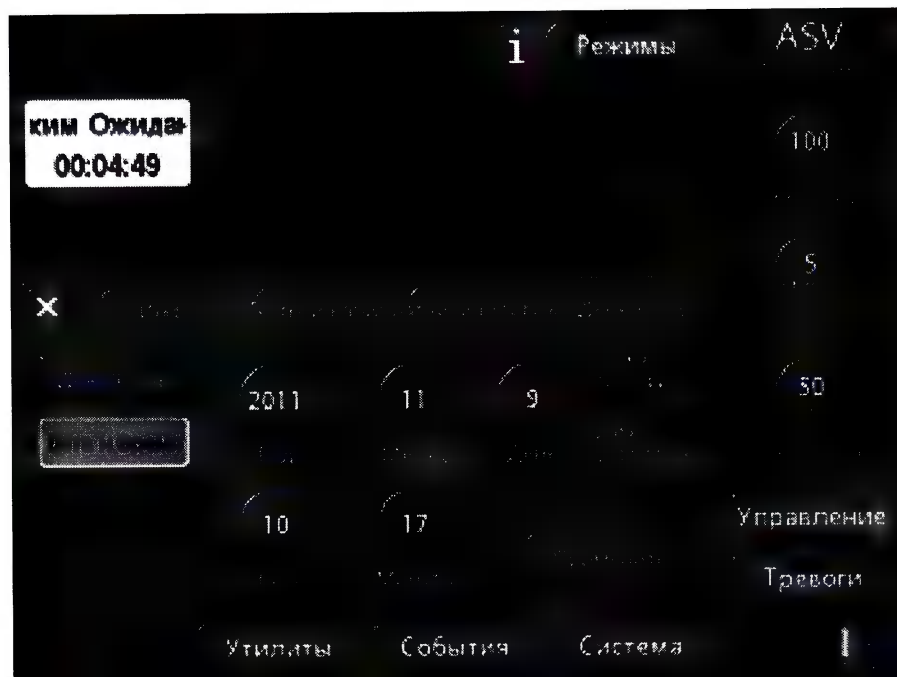

Рисунок 3-7. Окно «Дата и Время»
2. Выберите «Дата и Время» и измените дату и время. Выберите «Применить», чтобы подтвердить выбранные изменения (рис. 3-7).